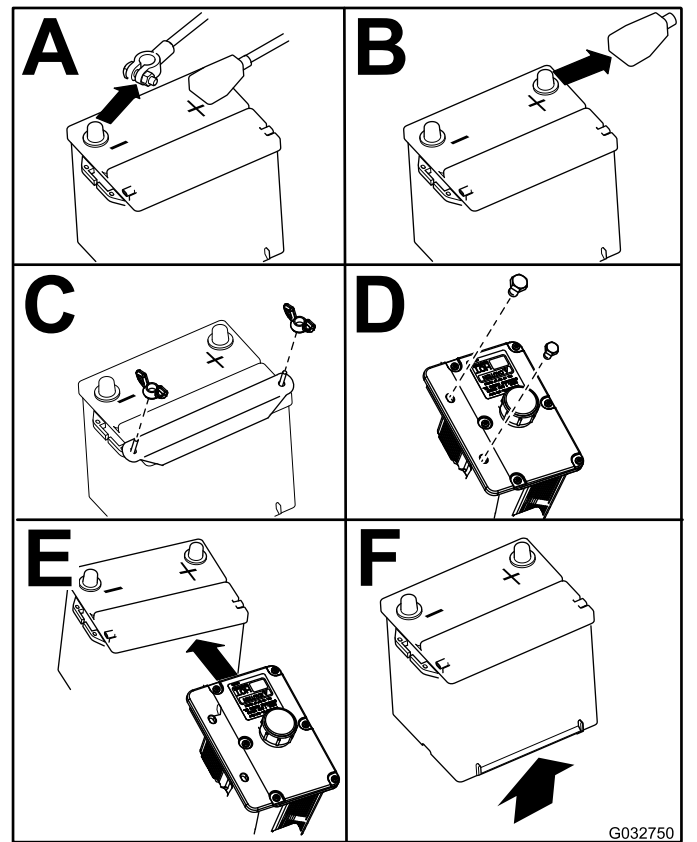

Figura 45
4. Retire la batería según se muestra en la Figura 45.